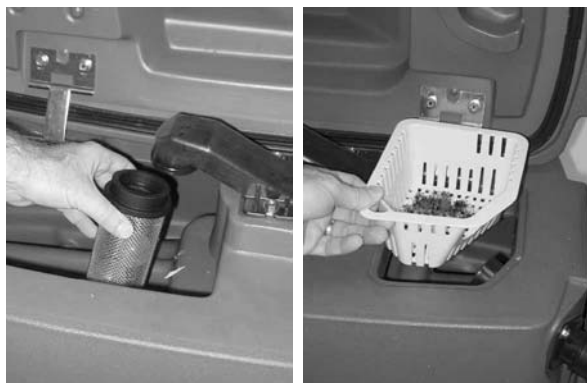

FIG. 31
3. Nettoyez le filtre d'arrêt à flotteur et le bac à déchets situés dans le réservoir de récupération (Figure 31).